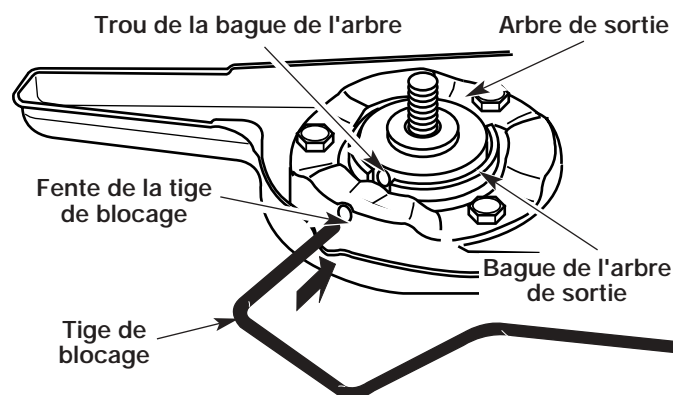
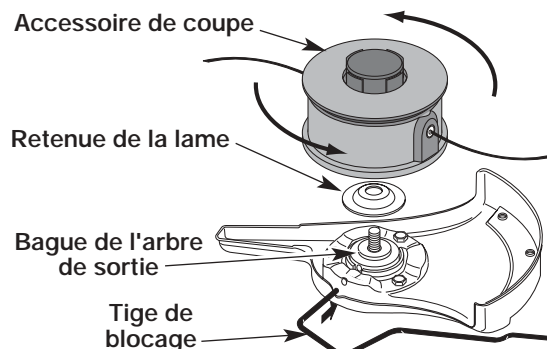

Fig. 8
Fig. 15
1. Alignez le trou de la bague de l'arbre avec la fente de la tige de blocage, puis insérez la tige dans le trou de la bague (Fig. 8).
- Alignez le trou de la bague de l'arbre avec la fente de la tige de blocage, puis insérez la tige dans le trou (Fig. 8).
- Alignez le trou de la bague de l'arbre avec la fente de la tige de blocage, puis insérez la tige dans le trou. (Fig. 8). Placez la retenue de lame sur l'arbre de sortie, la partie plate reposant contre la bague de l'arbre tel qu'indiqué sur la Fig. 15. Vissez l'accessoire de coupe à gauche sur l'arbre. Vissez bien.